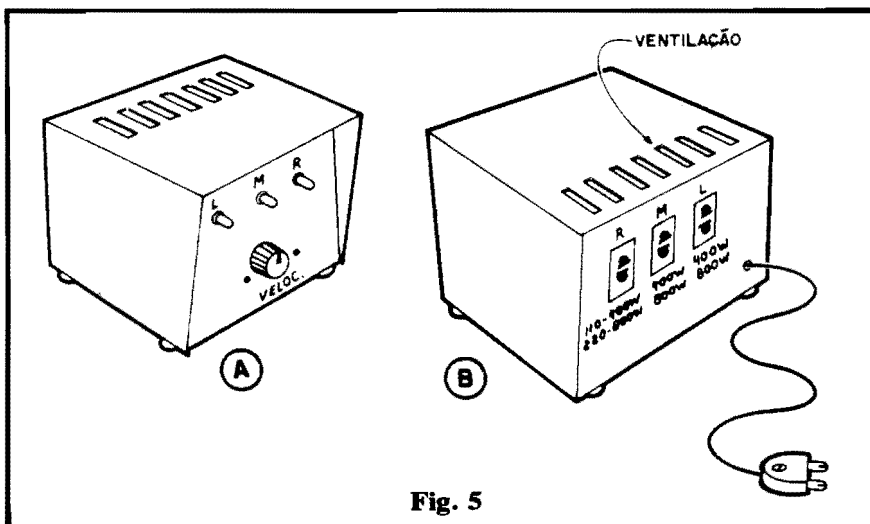

Fig. 5
A fig. 5 dá detalhes da nossa sugestão para o acabamento final da caixa, com sua parte frontal vista em (A) e a traseira em (B). Observar as identificações (LEDs e tomadas de Saídas dos Canais...) R-M-L (também vistas nas demais figuras da presente matéria...), e que obviamente significam **RÁPIDO-MÉDIO-LENTO**, referindo-se ao intrínseco ritmo ou frequência presente nos respectivos canais ou monitores...